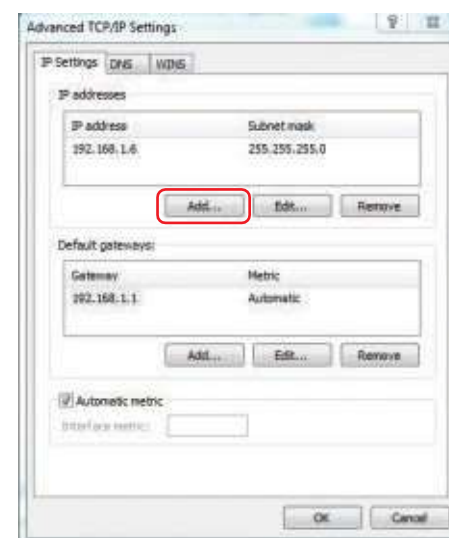

Fig. 6.8
(2) Pentru a adăuga o adresă IP nouă, faceți clic pe “Add”, așa cum este indicat în Fig. 6.8.